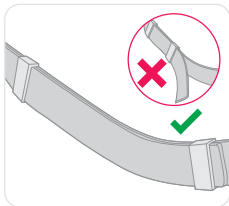

Abbildung 16
- Benutzen Sie die Plastikkläufer zum Sichern des freien Gurtbands (siehe Abbildung 16).